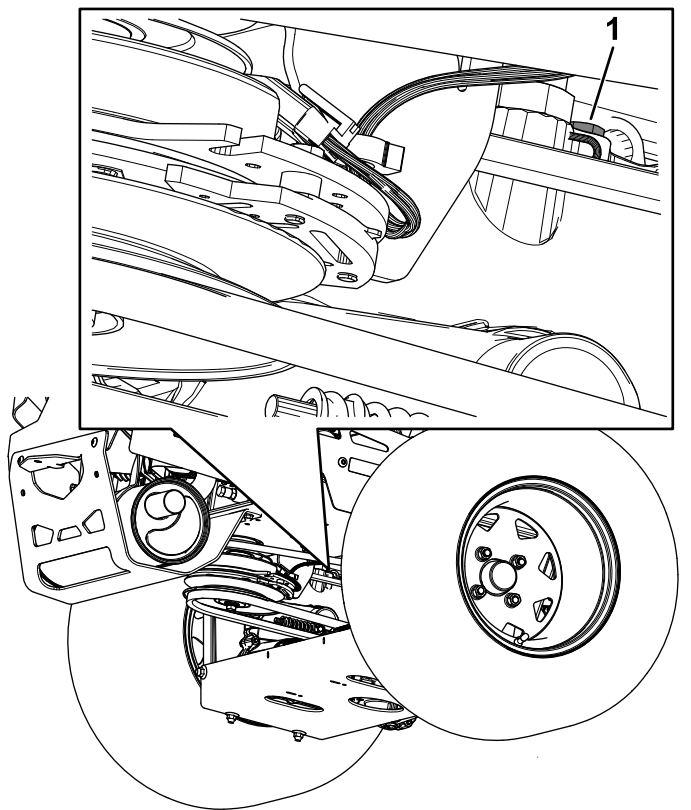

Figure 81
- **Système hydro ZT 5400** : utilisez une clé de 7/16 pouce pour accéder au bouchon d'aération par le dessous de la machine (Figure 81).